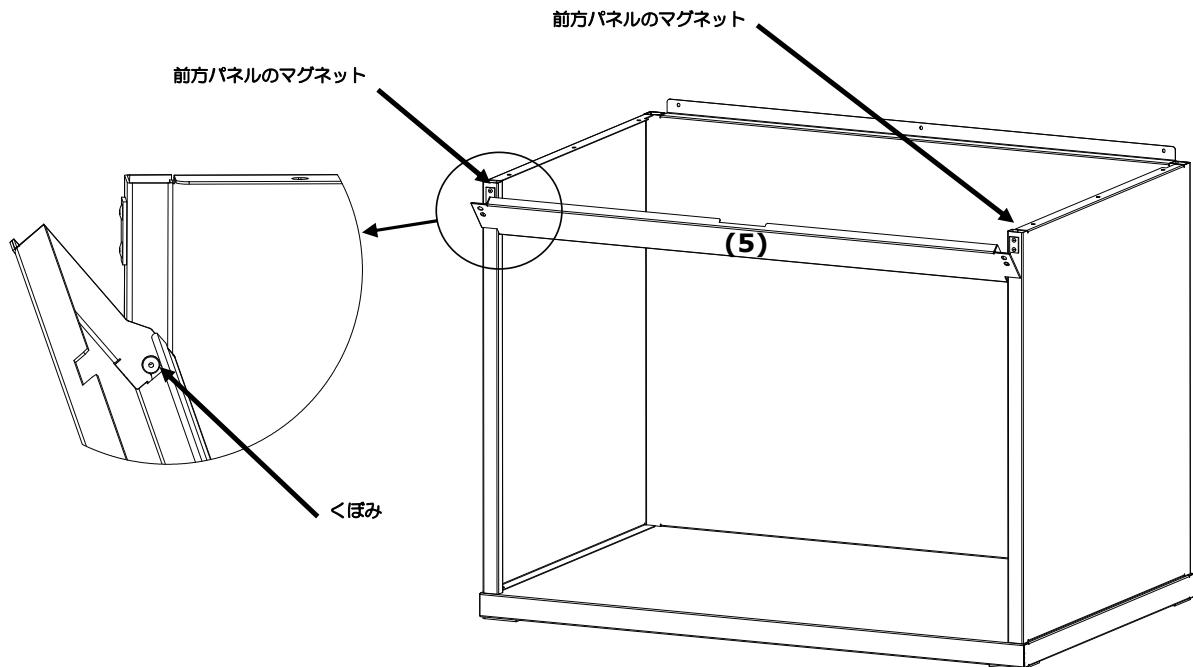

図5：前方パネルの組み立て
8. 前方パネルを、マグネットが前方パネルに触れるまで、閉じてください。（図 5 参照）